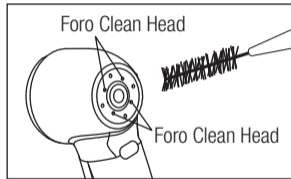

Fig. 5
- 2) Rimuovere sporcizia e impurità dai fori Clean Head con il filo e lo spazzolino per la pulizia (forniti come accessori del manipolo) (Fig. 5).